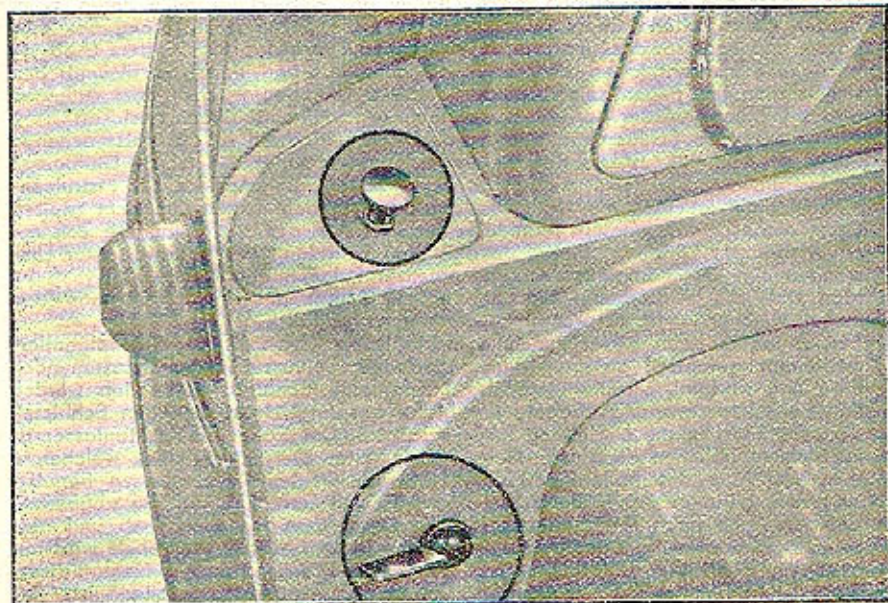

Abb. 12. Betätigung der Sättungseinrichtung
- Man öffnet den Kraftstoffhahn durch Drehen des Hebelchens nach unten, beim Starten eines kalten Motors öffnet man noch die Sattungseinrichtung des Vergasers und zwar so, dass man den ausragenden Druckknopf des Satters (Abb. 12) nach links umdreht, dann zieht man ihn ganz aus und durch Rechtsdrehen sichert man ihn gegen seine Zurückschiebung. Unmittelbar nach dem Anlassen wird seine Lage wieder durch Linksumdrehen und Hineinschieben gesichert.